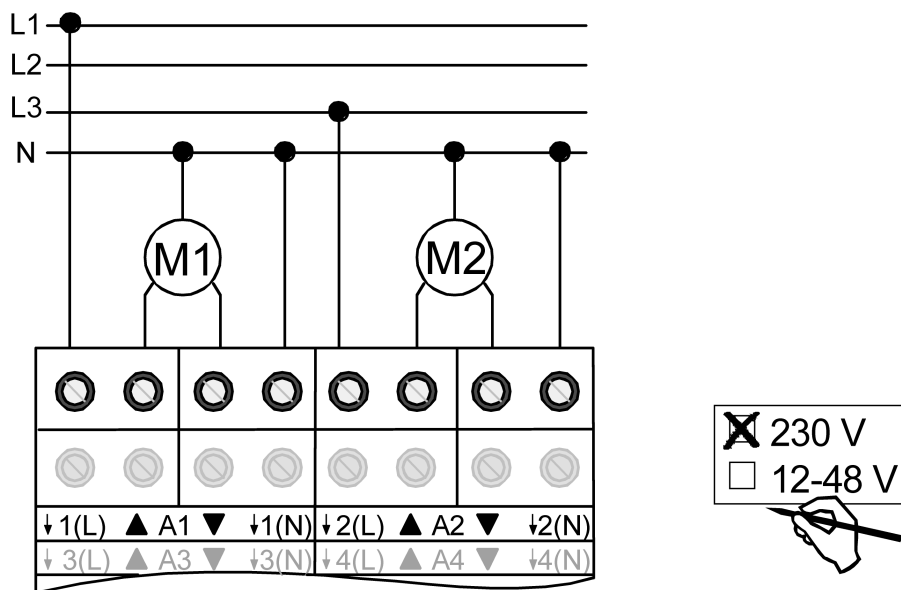

Figure 6: Raccordement électrique pour moteurs d'entraînement de 230 V en cas de reconnaissance automatique de fin de course
- Raccorder les moteurs d'entraînement conformément à l'exemple de raccordement (figure 6).